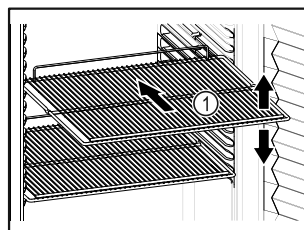

Fig. 78 Voorbeeld
- ☐ Indien de legroosters Fig. 78 (1) verplaatsbaar zijn, deze aan de hoogte aanpassen.